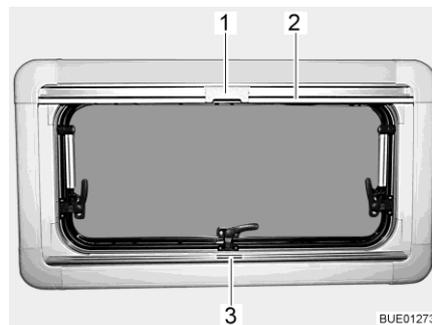

Fig. 106 Finestra apribile
- Afferrare la tendina oscurante pieghevole per la parte centrale della barra di presa (Fig. 106,3), tirarla dal basso verso l'alto e rilasciarla nella posizione desiderata. La tendina oscurante pieghevole rimane in questa posizione.
- Tirare la zanzariera a rullo accompagnandola con la barra di presa (Fig. 106,2) verso il basso, fino a quando la barra di presa non arriva a contatto con la tendina oscurante pieghevole (Fig. 106,3).
- Bloccare l'aggancio (Fig. 106,1) della zanzariera a rullo nella barra di presa della tendina oscurante pieghevole.
- Premere in alto all'indietro l'aggancio (Fig. 106,1) sulla zanzariera a rullo.
- Ricodurre lentamente la zanzariera a rullo accompagnandola con la barra di presa (Fig. 106,2).